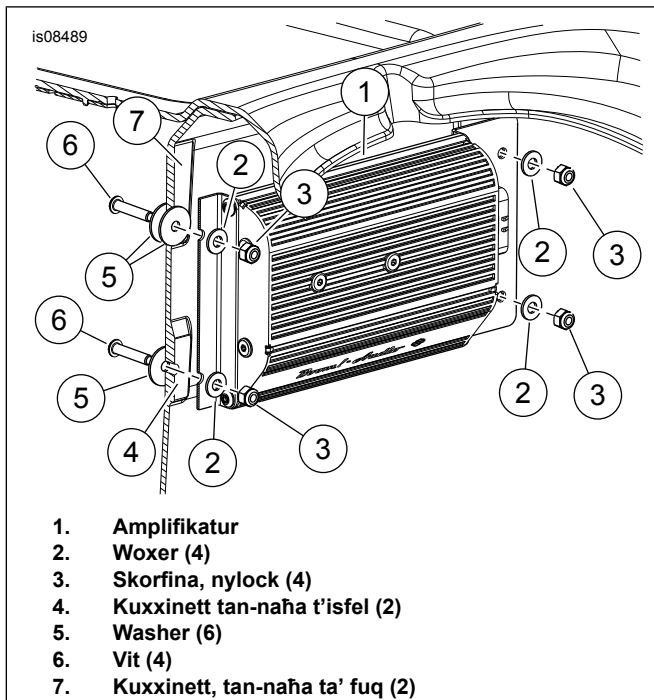

Figura 2. Installazzjoni tal-amplifikatur
6. Ara Figura 2 . Poġgi l-amplifikatur u l-brekit (1) fuq l-erba' kuxxinetti mqabbżin (4 u 7). Poġgi l-konnettur lejn in-naħa tax-xellug tal-vettura kif muri. Iċċentra t-toqob tan-naħa t'isfel fuq il-kuxxinetti t'isfel (4).
- b. Poġgi ċurkett tat-trimm (14) fuq il-gasket u t-toqba taċ-ċentru. (Iċ-ċirku tat-trimm tan-naħa tax-xellug huwa mmarkat "A". (Iċ-ċirku tat-trimm tan-naħa tal-lemin huwa mmarkat "B".) Dawwar iċ-ċirku tat-trimm sabiex l-ittra tkun fil-qiegħ.
- d. Ilhaq minn ġot-toqba taċ-ċentru. Allinja l-toqob fl-egħluq, gasket (18) u l-qafas. Daħħal il-vit tal-plastite (13) minn ġo toqba mwessa' biex tidhol ir-ras tal-vit (counterbored hole).
11. Ara Figura 2 . Poġġi washer (5) fuq il-viti (6). Installa minn got-toqob min-naħa ta' ġewwa tal-bagoll Min-naħa ta' barra tal-bagoll, poġġi washer żejjed (5) fuq il-viti ta' fuq biss ħalli jservi ta' spazjatur. Poġġi l-amplifikatur u l-brekits (1) fuq l-erba' kuxxinetti mqabbzin (4 u 7). Poġġi l-konnettur lejn in-naħa tax-xellug tal-vettura. Installa washers (2) fuq il-brekits u l-viti. Orbot b'skorfina (3). Issikka.